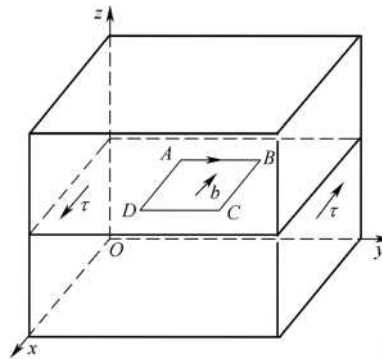

图 4-1
4. 如图 4.1 所示，四方形单晶体中有一矩形位错环 AHC 其各段分别平行于 x 、 y 轴，其柏氏矢量平行于 T 轴。 [西安交通大学 2009 研]